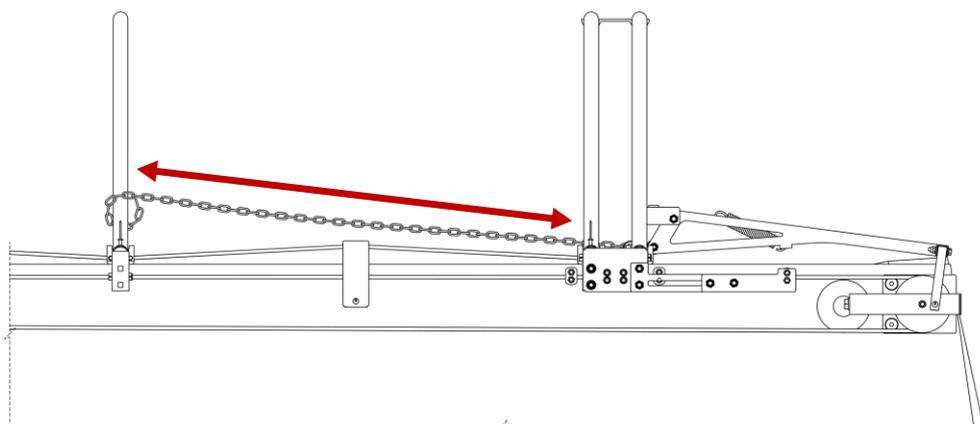

fig. 3
- Regolare la catena, facendo in modo che con chiusura abbassata, questa sia perfettamente in tensione (fig. 3).